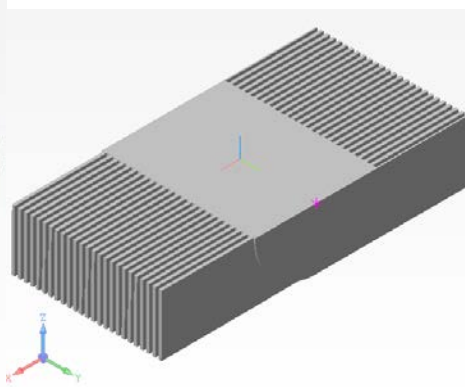

Рис. 12.
10.6. Скройте изображение вспомогательной плоскости и спирали () (рис.12.)